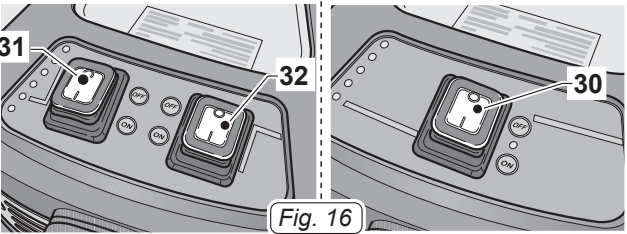

Fig. 16
- Premere l'interruttore (30 Fig.16) su "I" per avviare il motore di aspirazione, l'interruttore si illumina.
- A seconda della potenza richiesta è possibile avviare un solo motore premendo l'interruttore (31 Fig.16) su "I" oppure entrambe gli interruttori (31 e 32 Fig.16) se è richiesta una maggiore forza aspirante. Con interruttore premuto il relativo pulsante si illumina.
- Premere gli interruttori (30, 31, 32 Fig.16) su "0" per spegnere l'apparecchio; le lampade, se presenti sugli interruttori, si spengono.